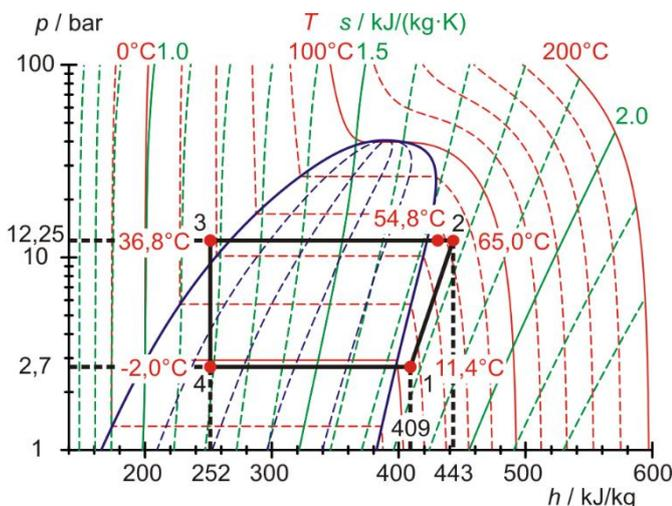

Fig. 5: Représentation du cycle de la pompe à chaleur dans le diagramme de Mollier, 15 minutes après mise en service du compresseur
- Avec les valeurs de mesure relevées à $t = 900$ s, représenter le cycle de la pompe à chaleur pour T_1 , T_2 , T_3 et T_4 et p_3 et p_4 dans un diagramme de Mollier (Tab. 1, Fig 5) et lire les valeurs pour les enthalpies spécifiques h_1 , h_2 et $h_3 = h_4$.